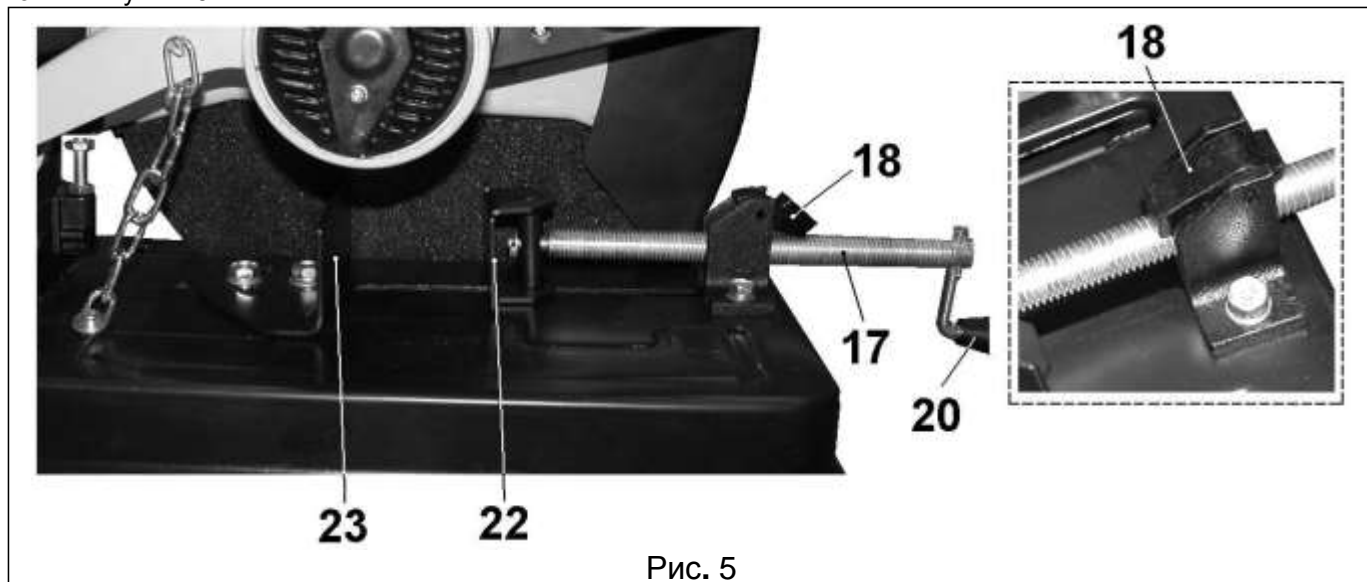

Рис. 5
11.2. Как показано на Рис. 6, откиньте полугайку (18), переместите ходовой винт (17) в положение, достаточное для установки заготовки. Установите заготовку и, как показано на Рис. 5, опустите полугайку (18). Вращая до определённого усилия ходовой винт (17) за ручку (20), надёжно закрепите заготовку. При использовании длинных заготовок обеспечьте надёжную фиксированную опору по всей длине заготовки.